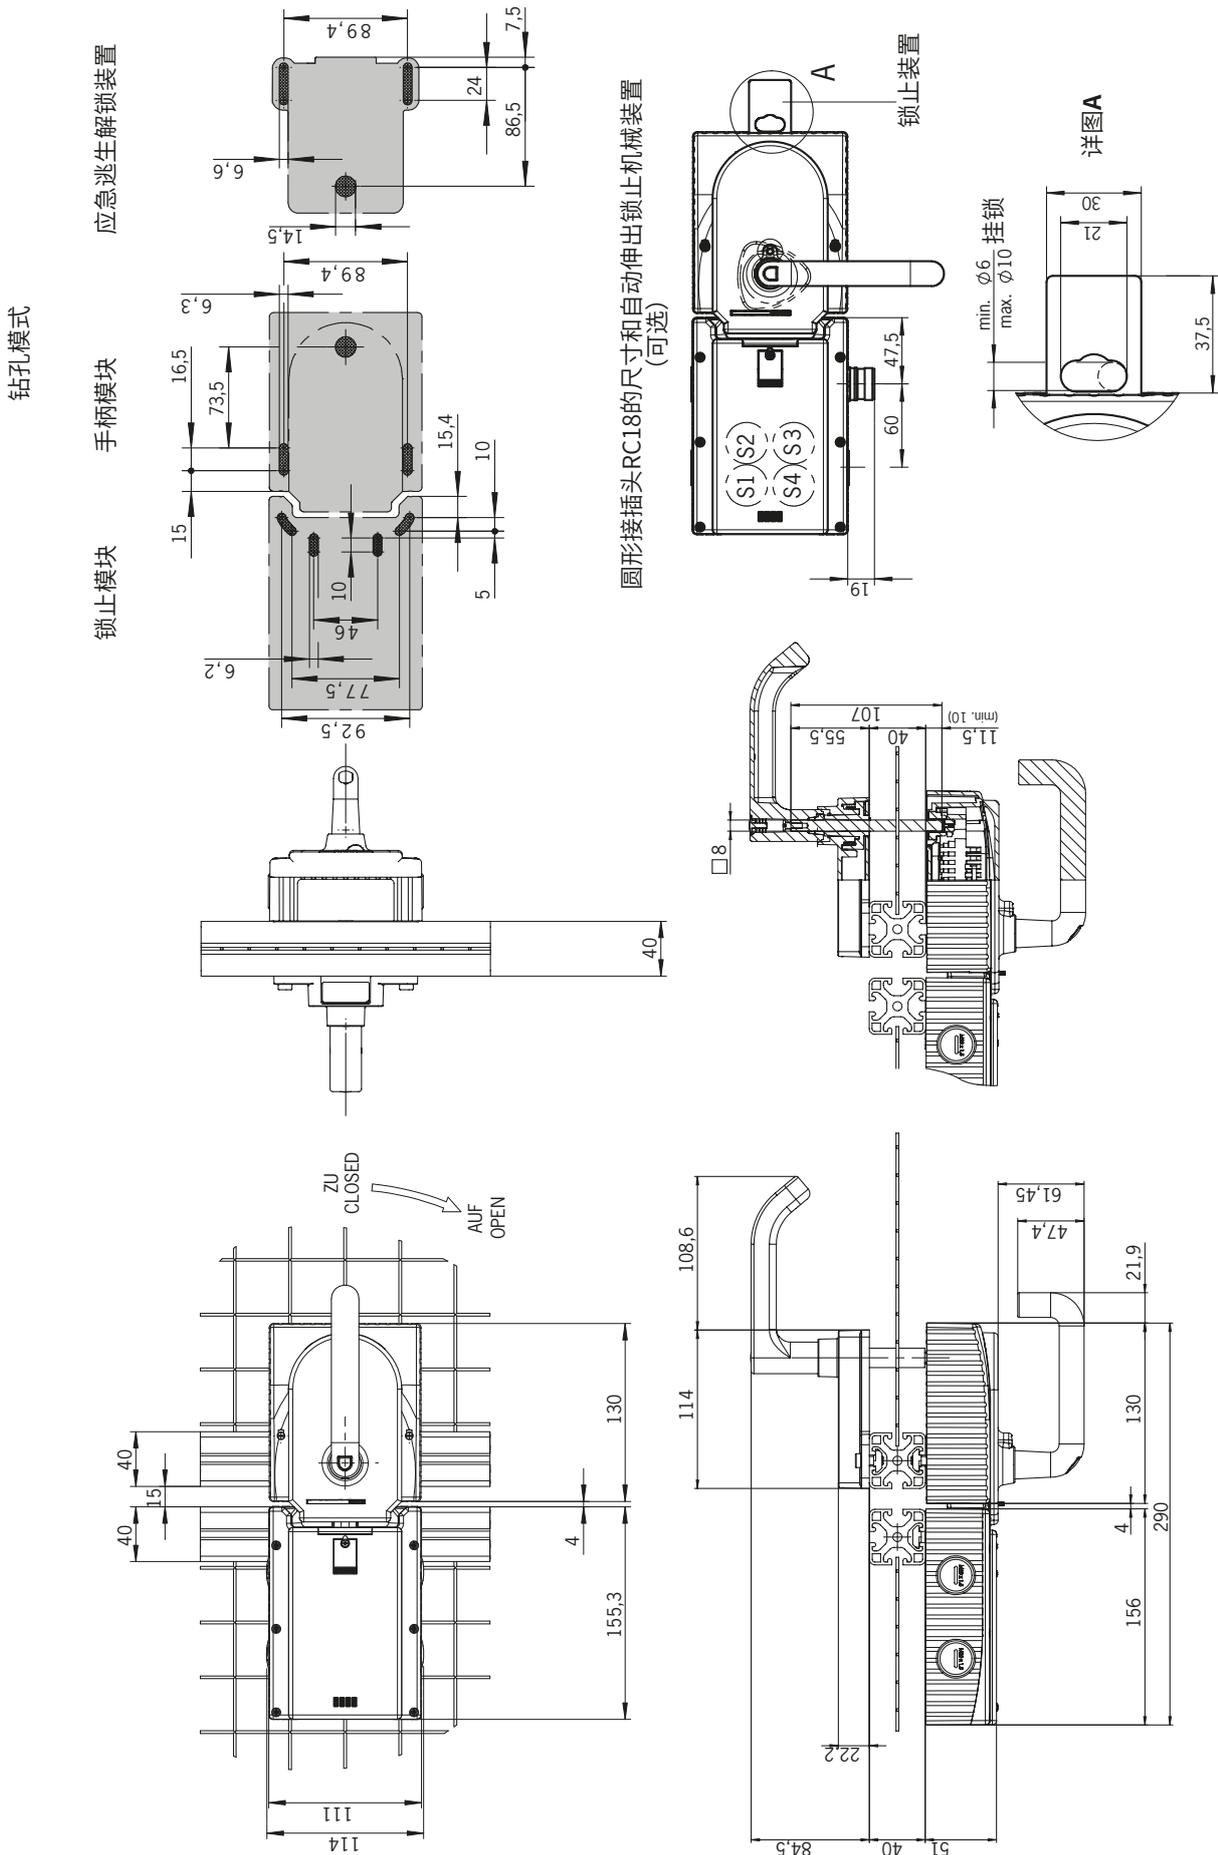
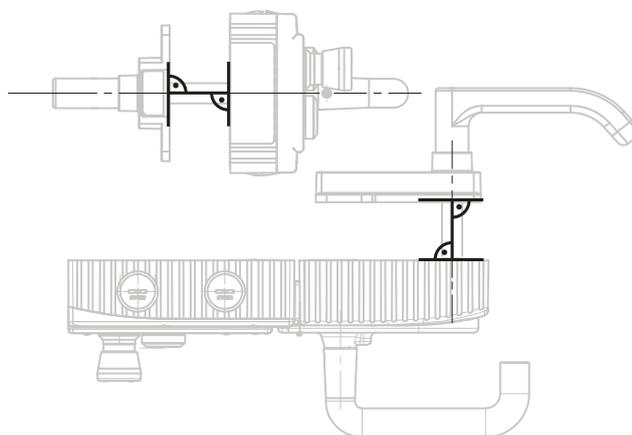

图4: 装配了MGB的尺寸示意图 (无可选支架板)
图8：右开式铰链门的安装示例（全视图）
- ▶ 将应急逃生解锁装置轴与手柄模块垂直对齐。请参见图4和图8。
安装步骤请参见图8和图9至图14。